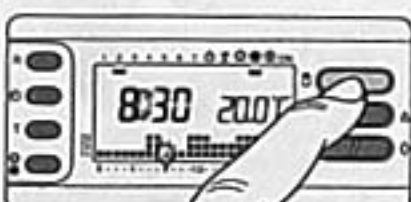

Fig. 60
**AUTOMATICO** prima dello scadere del tempo programmato premere il pulsante **C** (fig. 60).